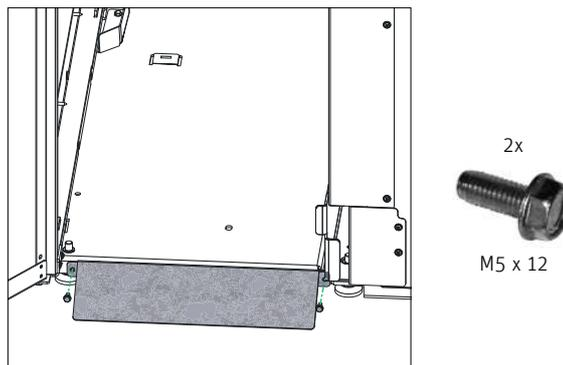

Fig. 122 Montare la rampina di accesso con 2 viti TT (M5 x 12)
- Fissare la rampa di accesso per contenitore cenere con 2 viti TT (M5 x 12) – Fig. 122.